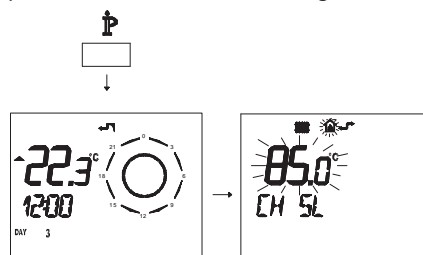

Figura 5.45
- Premere per più di 3 secondi il pulsante para per entrare in modalità **INFO** (Figura 5.45).